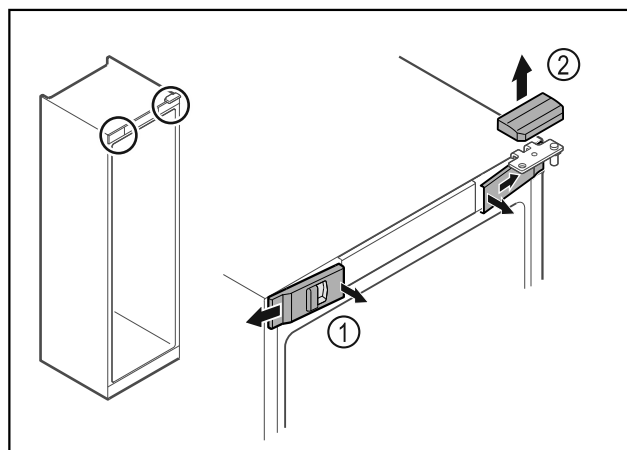

Fig. 16
- ▶ Voorste afdekking Fig. 16 (1) binnen ontgrendelen en naar de zijkant toe verwijderen.
- ▶ Bovenste afdekking Fig. 16 (2) naar boven toe verwijderen.